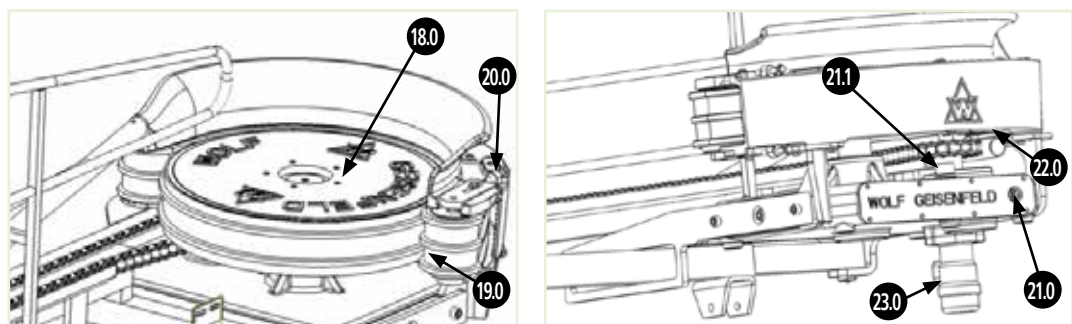
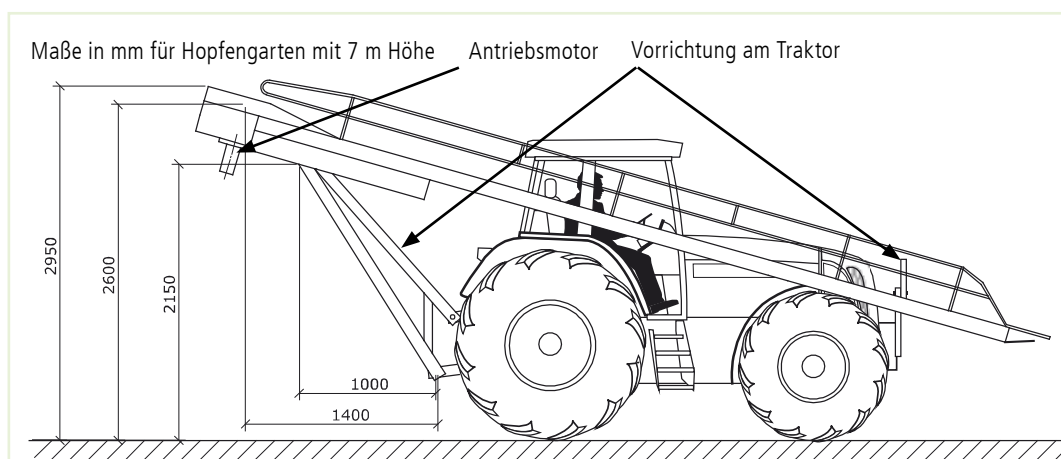

Abb. 4
Abb. 12
1. Das Rebenladegerät wird seitwärts am Traktor/Zugmaschine an speziellen Vorrichtungen (Abb. 12) im Front und im Heckbereich befestigt. Die Vorrichtungen, die hydraulischen Verbindungen und die Steuerung sind nicht Teil des Lieferumfangs. Bei Verwendung der Vorrichtungen sind die Angaben der jeweiligen Hersteller zu beachten. Ein Befestigungspunkt des Geräts befindet sich im Bereich des Rebeneinzugs und die beiden anderen befinden sich vor dem Abreißkopf (siehe Abb. 4). Die Befestigungspunkte des Rebenladegeräts am Traktor müssen gegen selbständiges Lösen gesichert werden. Die Vorrichtung können in der Regel hydraulisch verstellt werden und muss so stabil und ausreichend dimensioniert sein, dass sie sicher den starken Belastungen durch Stößen und Vibrationen usw. während des Erntebetriebs und dem Transport zur Weiterverarbeitung dauerhaft Stand hält. Es besteht Lebensgefahr durch falsch dimensionierte Befestigungsvorrichtungen.
3. Bei Verwendung eines Ladewagens sind die Maße (Abb. 12) zu beachten. Bei Verwendung des Steuerblockes sind die Angaben des jeweiligen Herstellers zu beachten.
Die Bemaßung in Abb. 12 bezieht sich auf Durchschnittswerte eines 7 m hohen Hopfengartens (Rebenhöhe 6,5 m). Je nach Höhe des Hopfengartens und Größe des Traktors sind diese unterschiedlich.
1. Die Ernte beginnt auf dem Hopfenfeld. Das Rebenladegerät befindet sich seitlich am Traktor/Zugmaschine (Abb. 12).
3. Der Traktor/Zugmaschine (Abb. 12) bewegt sich vorwärts und das Rebenladegerät ist dabei eingeschaltet. Die Einzugsketten 1.0 (Abb. 1) muss die gleiche Geschwindigkeit wie der Traktor haben. Über Einzugsketten 1.0 (Abb. 1) werden die Hopfenreben eingezogen und mit dem Scheibenmesser 3.0 (Abb. 2) abgeschnitten. Die Kettenführung 4.0 transportiert die Rebe zum Abreißkopf 10.0 (Abb. 4). Dort wird die Hopfenrebe vom Hopfengarten getrennt.